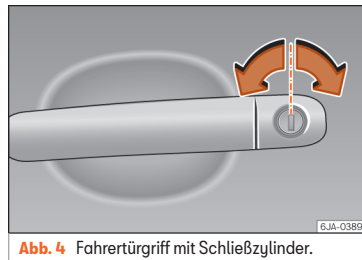

Abb. 4 Fahrertürgriff mit Schließzylinder.
- Schlüsselbart in den Schließzylinder stecken und Fahrzeug ent- bzw. verriegeln » Abb. 4.